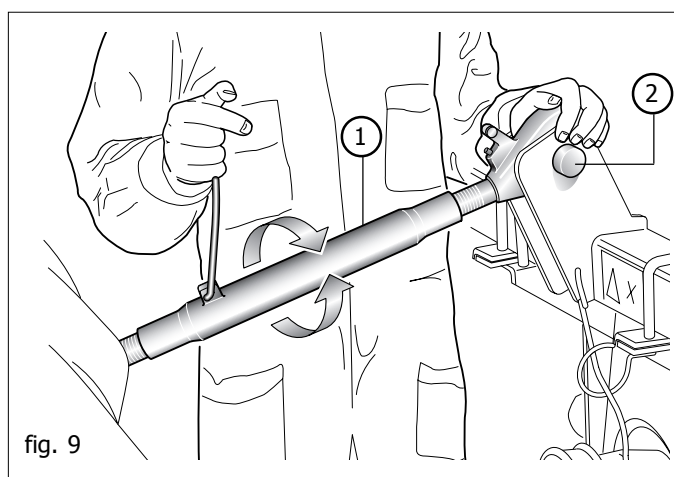
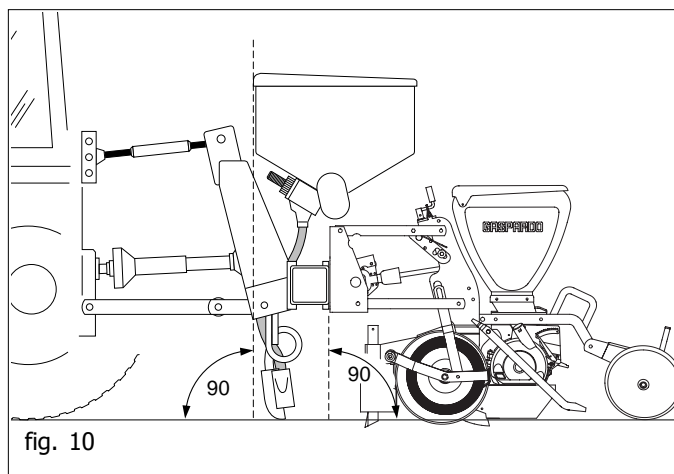

fig. 9
fig. 10
- 3) Collegare il terzo punto superiore (2 Fig. 8-9); la spina va bloccata con l'apposita copiglia; mediante il tirante di regolazione (1 Fig. 9) fare in modo che la seminatrice si sia perpendicolare al terreno (Fig. 10).